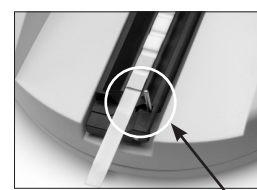

图 5 固定杆
1. 使用分析仪背面的开关按键打开 IDEXX VetLab UA 分析仪。分析仪会自动进行自检。自检完成后，试纸检测架将返回到其起始位置，且固定杆会处于抬起状态（图 5）。“Self Check OK”（自检完成）字样连同日期时间会一起打印出来。